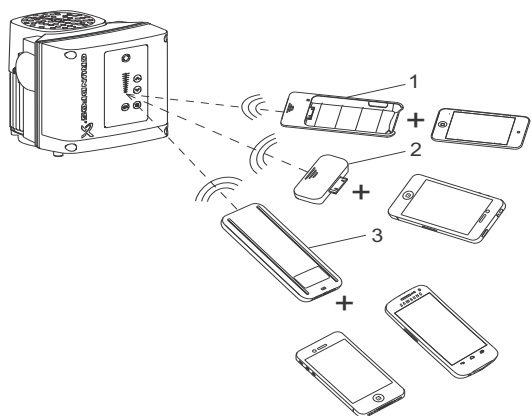

Fig. 33 Il Grundfos GO Remote in comunicazione con la pompa tramite radio o infrarossi
Il Grundfos GO Remote offre tre diverse interfacce mobili (MI). Vedere fig. 33.